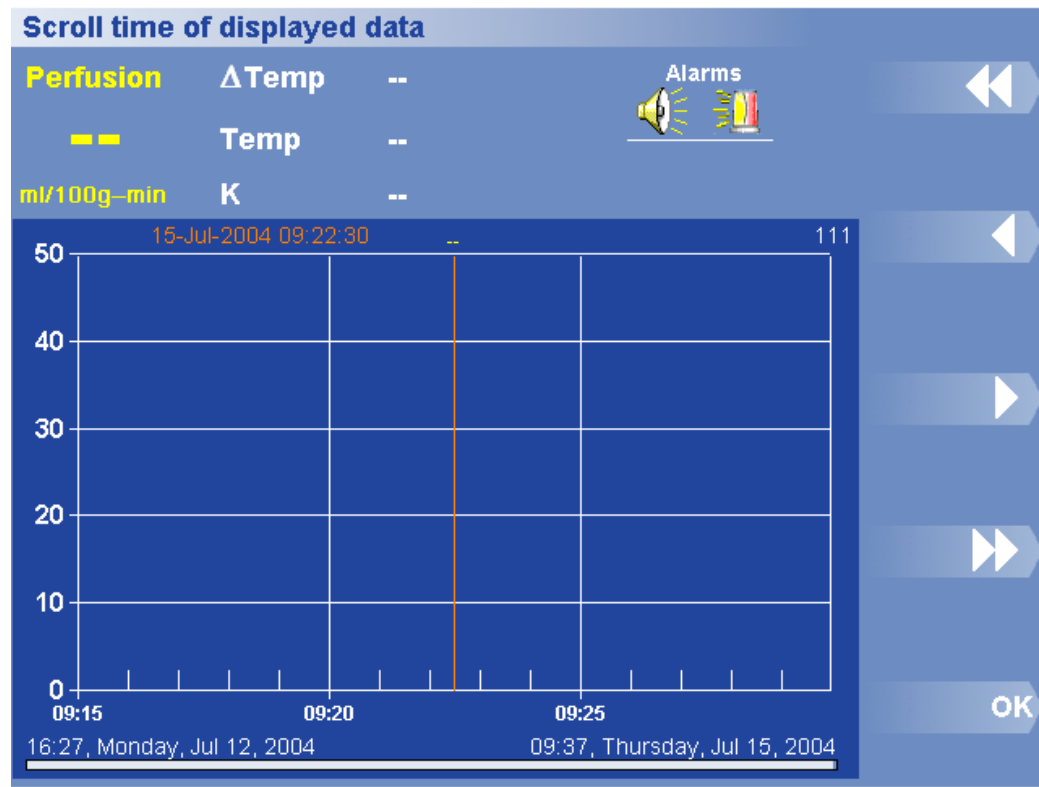

Figura 34. Percorrer Hora
1. Prima Opções > Ver Dados > Scroll Time (Percorrer Hora). Aparece o ecrã Percorrer Hora (Figura 34).